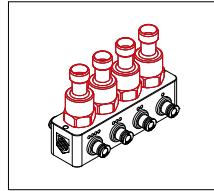

Abb. 15: Drucksensorblock
2. Montage in den optionalen Drucksensorblock (Abb. 15)